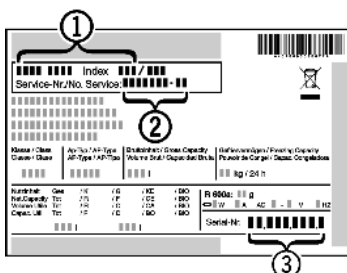

Fig. 14
▶ A készülék megnevezését *Fig. 14 (1)*, a szerviz- *Fig. 14 (2)* és sorozatszámot *Fig. 14 (3)* a típus tábláról olvassa le. A típus tábla a készülék belsejében baloldalon található.
▶ Értesítse a vevőszolgálatot a hibáról, és adja meg nekik a készülék megnevezését *Fig. 14 (1)*, a szerviz- *Fig. 14 (2)* és a sorozatszámot *Fig. 14 (3)*.